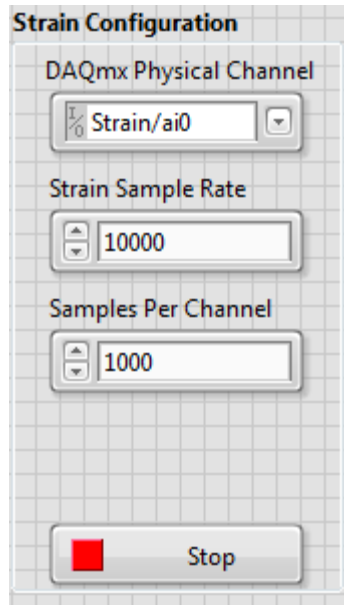

Figura 20. Um bom princípio básico é configurar o número de amostragens em 1/10 da taxa de amostragem.
36. Configure *Strain Sample Rate* para 10000 Hz e *Samples Per Channel* para 1000, como na figura 20.